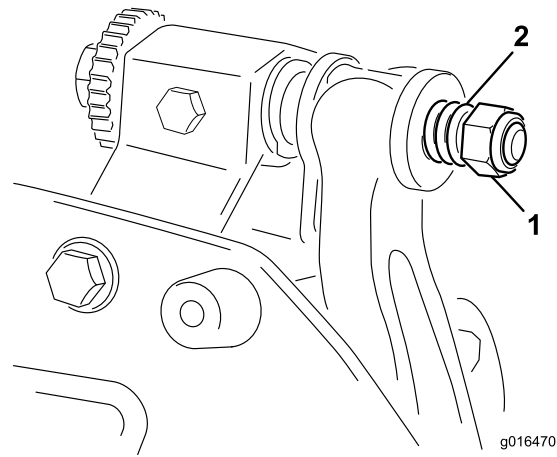

Figura 26
6. Strângeți piulia pentru tensionarea arcului până când arcul este pliat, apoi deurubai-o jumătate de rotație (Figura 26).